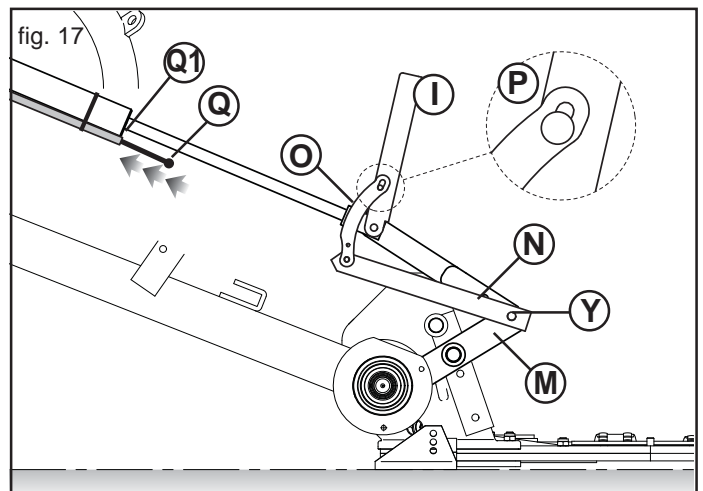

fig. 17
- 1) Mueva los mecanismos de palancas (M y N, Fig. 17) a la posición (Y).
- 2) Levante el estribo (I) como se indica en la Figura 17, bloqueándolo con la varilla (O) en la posición inferior del ojal (ref. P, Fig. 17).
- 3) Para evitar problemas desagradables durante el movimiento de la barra de corte, desconecte el cable de acero (Q) de la varilla (O) recuperándolo hasta la posición (Q1).